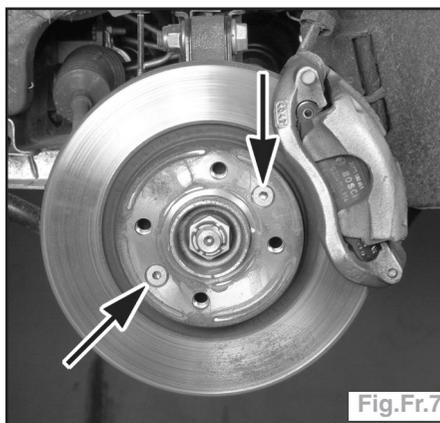

Fig.Fr.7
- Déposer les vis de fixation du disque sur le moyeu et le dégager (Fig.Fr.7).